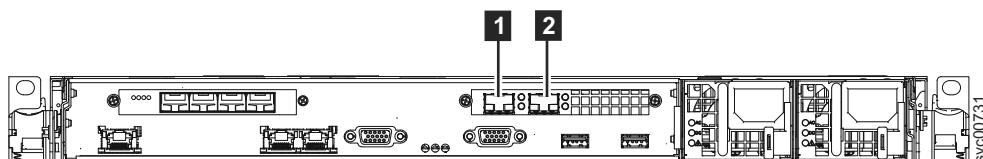

图 35. SAN Volume Controller 2145-CG8 后部的 10 Gbps 以太网端口
2. 可选: 如果安装了 10 Gbps 以太网功能部件, 那么可以将以太网光缆连接到以太网端口 3 (如图 35 中的 **1** 所示) 和以太网端口 4 (如 **2** 所示)。